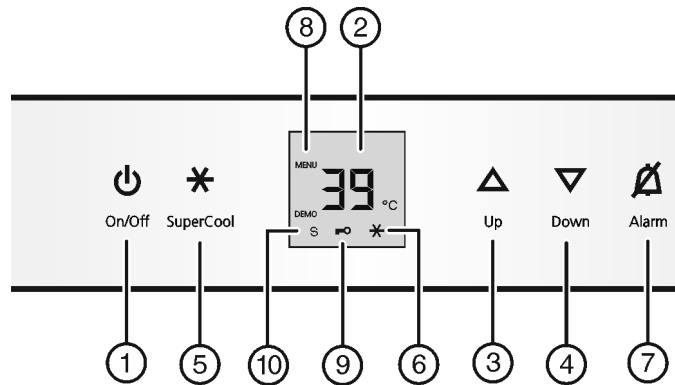

Fig. 2
- ▶ presione la tecla On/Off Fig. 2 (1).
- ▶ Activar el modo de ajuste: presione la tecla SuperCool Fig. 2 (5) durante aprox. 5 s.
- ▷ Latecla SuperCool Fig. 2 (5) parpadea.
- ▶ Utilice la tecla de ajuste Up Fig. 2 (3) la tecla de ajuste Down Fig. 2 (4) para seleccionar °.
- ▶ Confirmar: presione brevemente la tecla SuperCool Fig. 2 (5).
- ▶ Utilice la tecla de ajuste Up Fig. 2 (3) la tecla de ajuste Down Fig. 2 (4) para seleccionar °F o °C.
- ▶ Confirmar: Presione brevemente la tecla SuperCool Fig. 2 (5).
- ▶ Salir del modo de ajuste: presione la tecla On/Off Fig. 2 (1).
- ▷ El símbolo de menú Fig. 2 (8) se ilumina.
- ▶ Utilice la tecla de ajuste Up Fig. 2 (3) y la tecla de ajuste Down Fig. 2 (4) para seleccionar **c**.
- ▶ Presione brevemente la tecla SuperCool Fig. 2 (5) para confirmar.
- ▶ Para activar el bloqueo contra la manipulación por niños, presione brevemente la tecla SuperCool Fig. 2 (5).
- ▷ El símbolo del bloqueo contra la manipulación por niños Fig. 2 (9) se ilumina. En el indicador parpadea **c**.
- ▶ Para desactivar el bloqueo contra la manipulación por niños, presione brevemente la tecla SuperCool Fig. 2 (5).
- ▷ El símbolo del bloqueo contra la manipulación por niños Fig. 2 (9) se apaga. En el indicador parpadea **c**.
- ▶ Desactivar el modo de ajuste: presione la tecla On/Off Fig. 2 (1).
- ▶ Presione la tecla Alarm Fig. 2 (7).
- ▷ El símbolo de menú *Fig. 2 (8)* se ilumina.
- ▶ Para activar la función del modo sabático: presione brevemente la tecla SuperCool *Fig. 2 (5)*.
- ▶ **Para activar** el modo sabático, presione brevemente la tecla SuperCool *Fig. 2 (5)*.
- ▶ **Para desactivar** el modo sabático, presione brevemente la tecla SuperCool *Fig. 2 (5)*.
- ▶ Desactivar el modo de ajuste: presione la tecla On/Off *Fig. 2 (1)*.
- ▷ En el indicador de temperatura aparece el símbolo del modo sabático *Fig. 2 (10)* mientras el modo sabático esté activo.